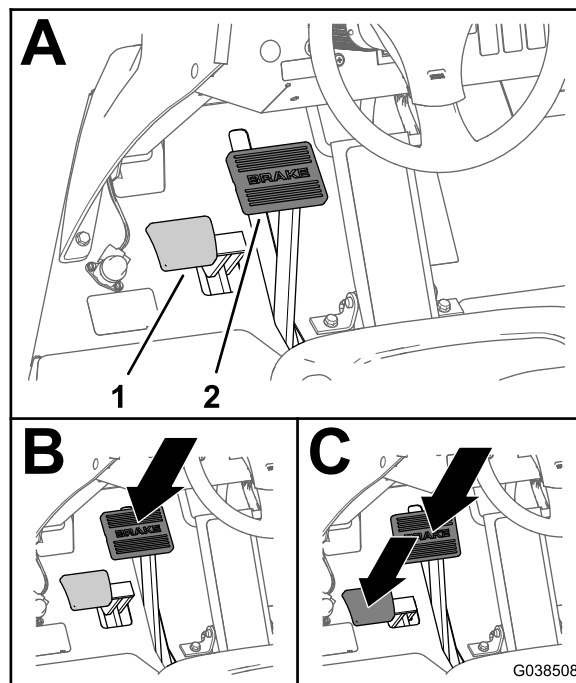

图19
- 踩下行车刹车踏板图19。
- 在踩下行车刹车踏板的同时踩下驻车刹车踏板图19。